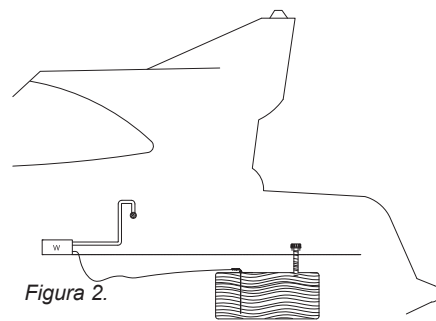

Figura 2.
2. Il livello del carburante si può momentaneamente innalzare al di sopra del fondo del riscaldatore / della stufa (ad esempio nel tubo di riempimento del serbatoio del carburante o quando la barca si inclina). Figura 2.